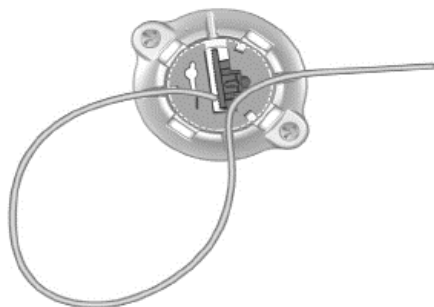

Рисунок 18. Размещение электрода для ГСГМ в дополнительных слотах для отвода электрода
11. **Дополнительно.** Закрепите электрод для ГСГМ в дополнительных слотах для отвода электрода для дополнительного снятия натяжения (рисунок 18).